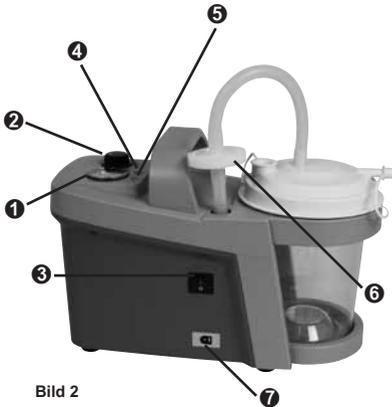
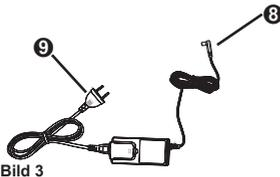
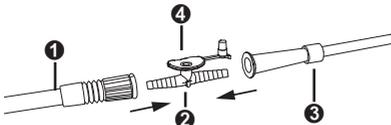

Bild 2
Bild 3
Bild 5
- Schalten Sie das Gerät mit Hilfe der Taste EIN/AUS ein (Bild 2, ❸). Leuchtet die Betriebs-Statusanzeige (Bild 2/4, ❺) grün, ist das Gerät betriebsbereit. Leuchtet die Betriebs-Statusanzeige (Bild 2/4, ❺) gelb, muss der Akku aufgeladen werden. (s. Kapitel 3.4).
Geladen wird der Akku über den 12 V Geräte-Niederspannungsanschluss. Während der Ladung leuchtet die Akkukapazität-Statusanzeige (Bild 2/4, ❹) grün blinkend. Ist der Akku vollständig geladen, leuchtet die Akkukapazität-Statusanzeige (Bild 2/4, ❹) grün. Das Gerät kann mit dem Netzteil (Bild 3) oder dem KFZ-Anschlusskabel (Bild 3a) geladen oder betrieben werden.
Niederspannungskabel des Netzteils (Bild 3, ❽) an den Geräte-Niederspannungsanschluss des Gerätes anschließen (Bild 2, ❷), Netzstecker des Netzteils (Bild 3, ❹) in die Steckdose einstecken.
Geräte-Niederspannungsanschluss (Bild 2, ❷) mit der Zigarettenanzünder-Buchse des Fahrzeuges verbinden. Hierfür das spezielle KFZ-Kabel benutzen (Bild 3a).
- Verbinden Sie den Absaugschlauch (Bild 5, ❶) und den Absaugkatheter (Bild 5, ❸) mit Hilfe des Fingertips (Bild 5, ❷).
- ❶ Absaugschlauch
- ❷ Fingertip
- ❸ Absaugkatheter
- ❹ Nebenluftöffnung
- Stellen Sie Ihr gewünschtes Vakuum ein, indem Sie die Nebenluftöffnung des Fingertips (Bild 5, ❷) zuhalten und das Vakuum aufbauen lassen. Dann drehen Sie den Vakuumregler (Bild 2, ❷) so weit, bis das Vakuummeter das gewünschte Vakuum anzeigt.
- Wählen Sie einen Absaugkatheter (Bild 5, ❸) in der richtigen Größe oder ein Absaugbesteck aus, das über den Fachhandel bezogen werden kann.
- Steuern Sie den Absaugvorgang mit der Nebenluftöffnung (Bild 5, ❷) am Fingertip.